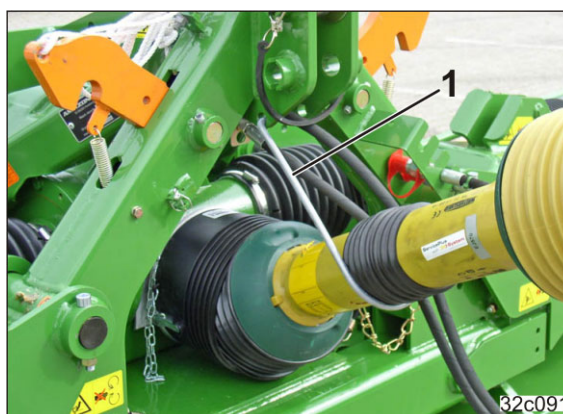

Fig. 79
12. Hægt kardanakslen ind i bøjlen (Fig. 79/1).